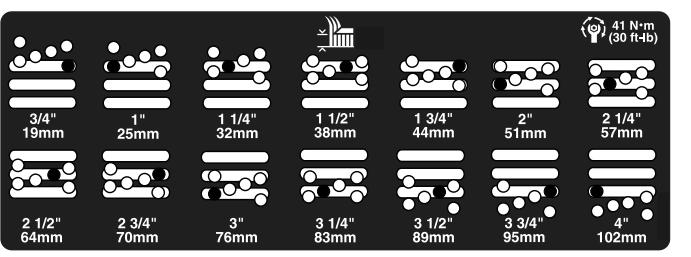

Figura 25
- 5. Mueva la cámara a la altura deseada e instale el espaciador en el taladro y la ranura de altura de corte deseados (Figura 25)